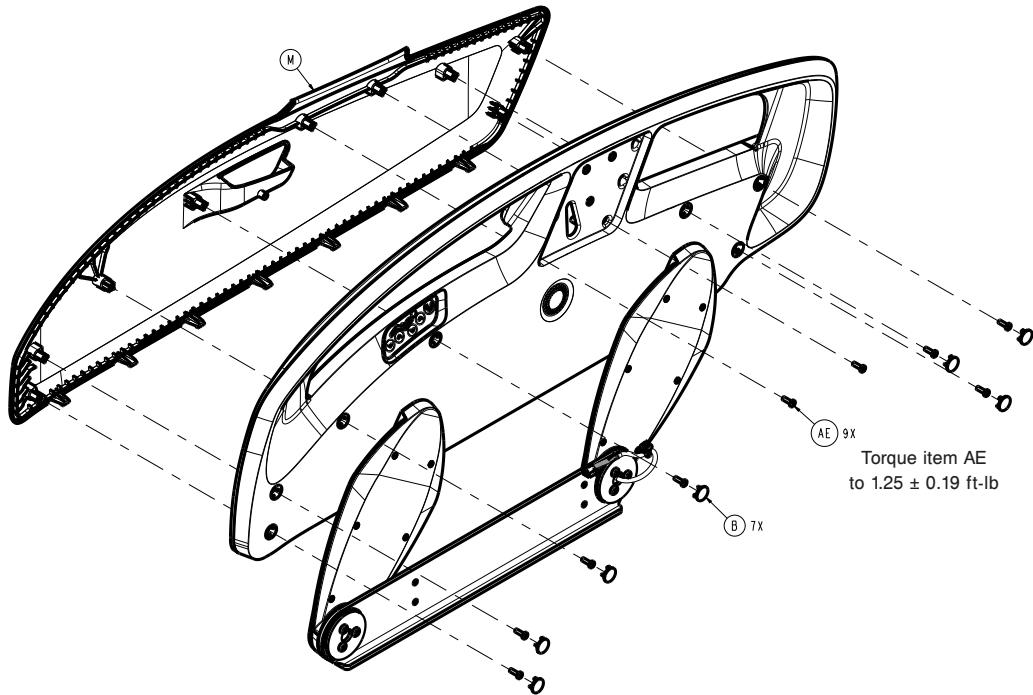

Figure 52 – Remplacement de la carte de commande de barrière latérale
6. Utiliser un outil à pointe pour retirer les sept cache-vis (B) de l'intérieur de la barrière latérale (Figure 52). Jeter les cache-vis.
- À l'aide d'un tournevis Torx T25, retirer les neuf vis (AE) qui fixent le couvercle de la tête (M) à l'ensemble de barrière (Figure 52). Conserver les vis. Retirer et conserver le panneau de barrière externe.
9. À l'aide d'un tournevis Torx T25, retirer les neuf vis (AE) qui fixent le couvercle de la tête (M) à l'ensemble de barrière (Figure 52). Retirer le panneau de la barrière externe.
9. À l'aide d'un tournevis Torx T25, retirer les neuf vis (AE) qui fixent le couvercle de la tête (M) à l'ensemble de barrière (Figure 52). Conserver les vis. Retirer et conserver le panneau de barrière externe.